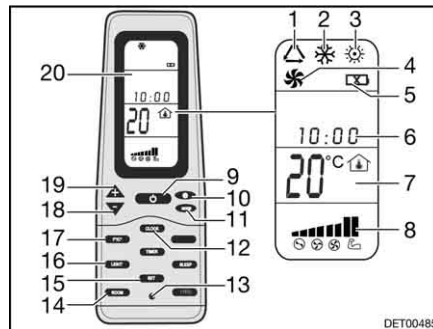

Bild 159 Fernbedienung
- Die Taste ON/OFF (Bild 159,9) drücken.
- Die Taste "Mode" (Bild 159,11) so oft drücken, bis die gewünschte Betriebsart (Bild 159,1, 2, 3 oder 4) auf dem Display (Bild 159,20) angezeigt wird.
- Mit den Tasten "+" (Bild 159,19) und "-" (Bild 159,18) die gewünschte Temperatur einstellen.
- Mit der Taste Lüftergeschwindigkeit (Bild 159,10) die gewünschte Lüfterstufe wählen.